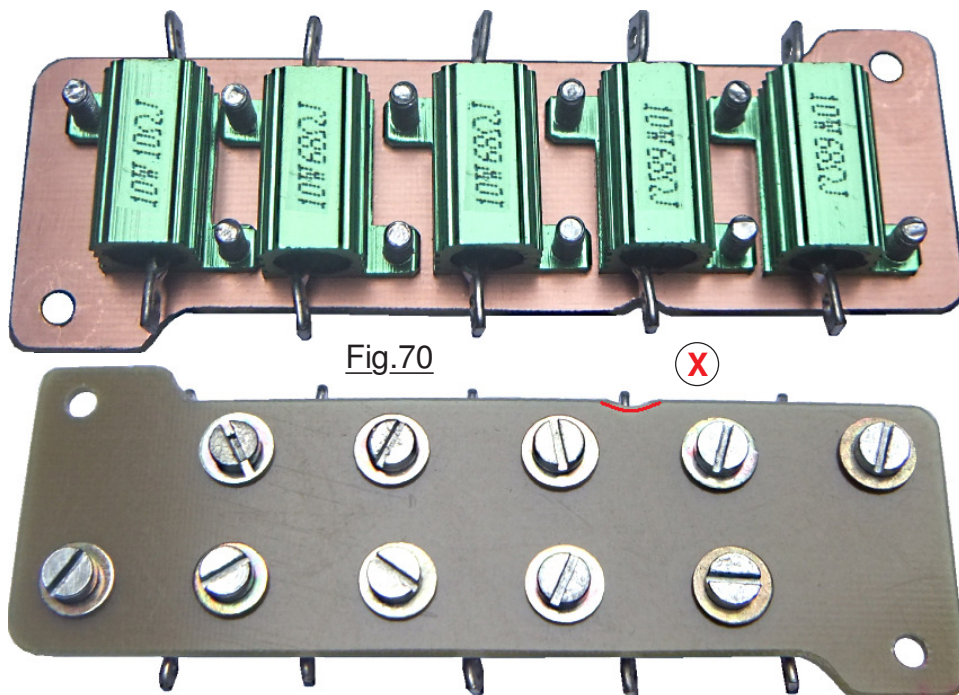

Fig.70
**V**ous avez tous remarqué sur la Fig.70 du haut qu'il n'y a pas d'écrou pour assurer la liaison mécanique. Initialement les résistances étant de petites dimensions, les orifices sont de faibles diamètres. Il serait possible d'employer des boulons  $\phi$  M2. Outre que ce type de visserie n'est pas très courant, l'écrou se trouverait très proche du corps vertical de la résistance. Donc pas facile à tenir avec une clef et ce d'autant plus que le composant voisin fait obstruction. Aussi il est bien plus commode, tout au moins si l'on dispose de l'outillage nécessaire, de tarauder à  $\phi$  M3 ces orifices. Compte tenu du diamètre des trous initiaux, j'ai personnellement utilisé directement le "taraud  $\phi$  M3 finisseur". Pour clore le sujet, je dispose aussi d'une résistance de  $10\Omega$  strictement identique à celle de la Fig.70 dont la couleur pour l'anodisation est orange. C'est celle qui est sélectionnée pour l'intégration définitive, avec pour avantage de ne plus risquer de se tromper dans l'orientation du module lors de l'assemblage ou en opération de maintenance.